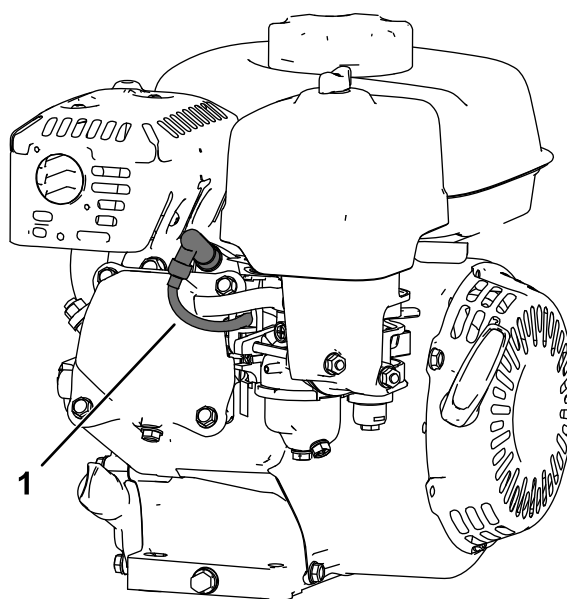

Рисунок 23
5. Отсоедините провод свечи зажигания (Рисунок 23).